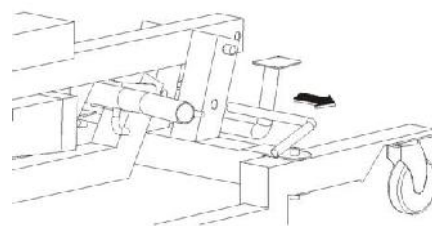

Figura 8. Como retirar el pasador inferior del soporte del mástil.
2. Retire el pasador inferior del soporte del mástil. (ver figura 8)